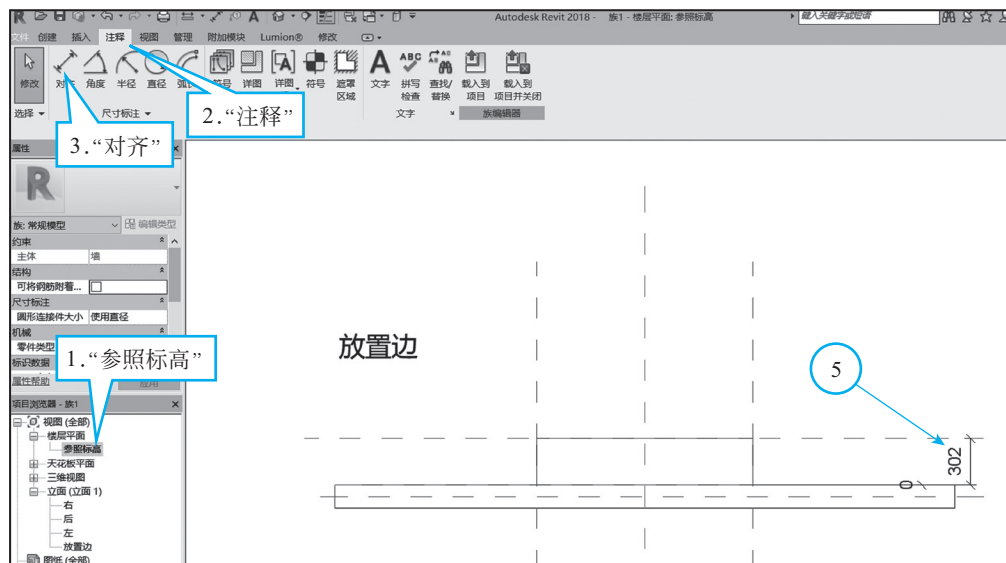
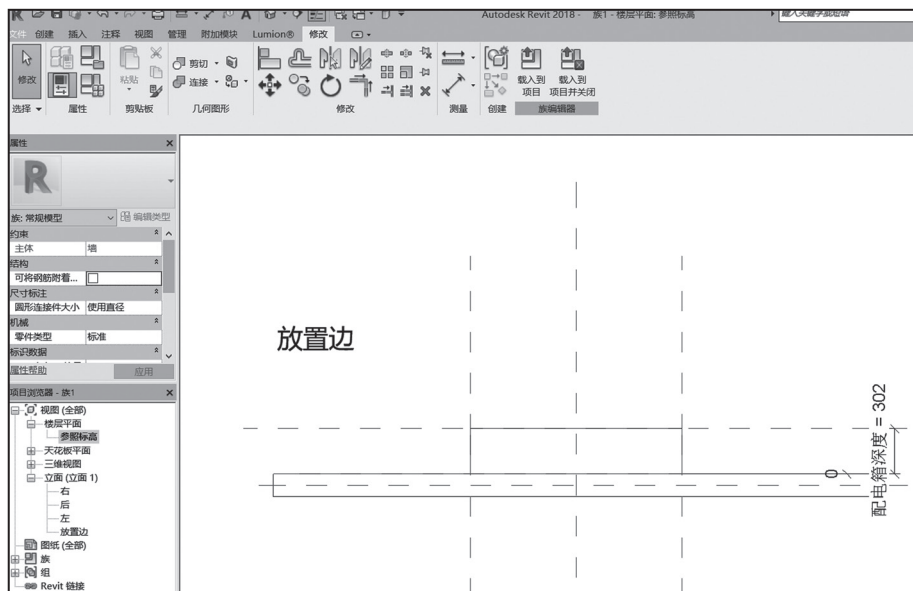

图 1-9 尺寸标注 (2)
图 1-11 楼层平面参数
双击“楼层平面”→“参照标高”，按照“放置边”立面尺寸标注的方法给“参照标高”标注尺寸⑤（注意此处标注应选择参照线和墙面，若选不中，按 Tab 键切换选中），如图 1-9 所示。
双击“楼层平面”→“参照标高”，按照如上方法给图 1-9 中标注⑤定义参数，定义参数完成后效果如图 1-11 所示。